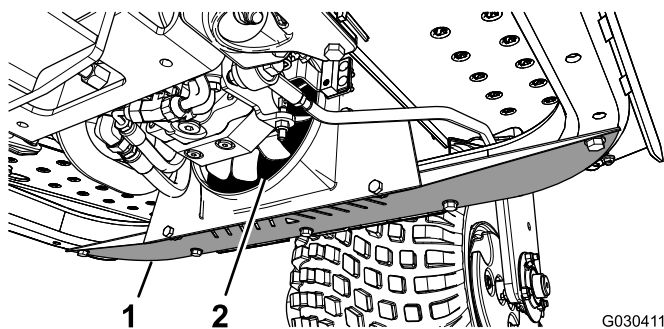

Figura 45
1. Remova o resguardo inferior (Figura 45).
2. Utilizando uma vareta, sopre ar comprimido entre as pás da ventoinha (Figura 45) para forçar o material a sair pela direção em que entrou.